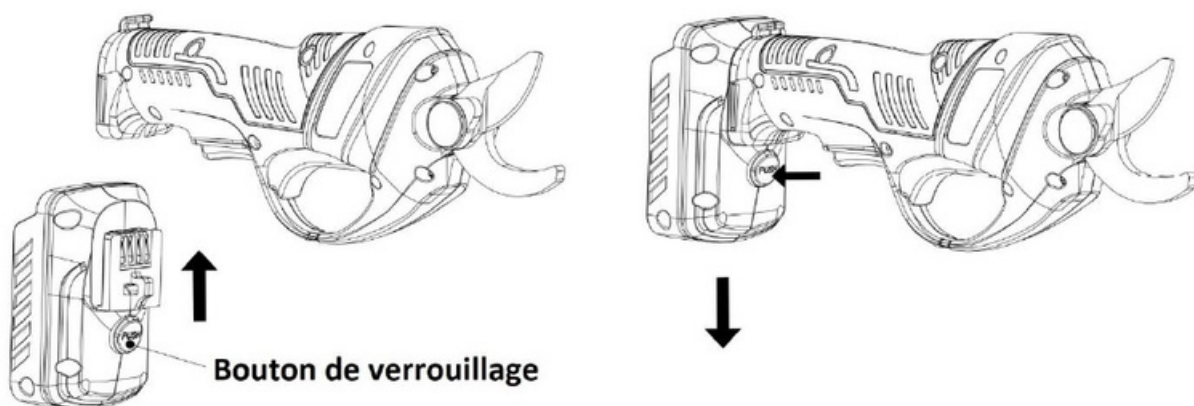

Fig. 2
4.4- Installer/retirer l'adaptateur de batterie (Fig. 2)
- Pour libérer l'adaptateur de batterie, appuyez sur le bouton de verrouillage (5), puis retirez l'adaptateur de l'outil électrique.